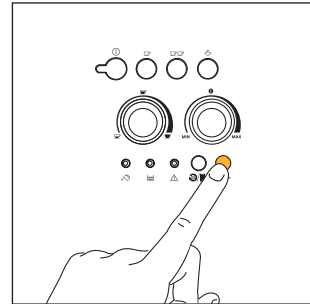

Fig. 18
1. Trykk på tasten  for å velge funksjonen ferdigmalt kaffe (fig. 18). Lampen innenfor tasten tennes for å angi at funksjonen er valgt og at kaffekvernen ikke skal brukes.